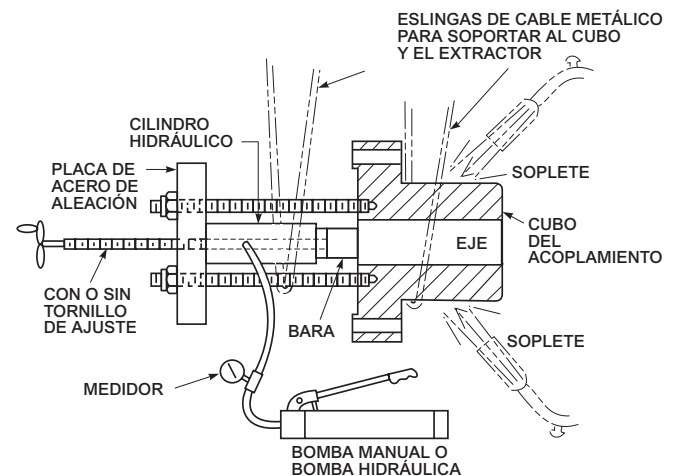

Figura 6 – EQUIPO BÁSICO PARA EXTRAER CUBOS TIPO 2
- Arme el extractor como se muestra en la Figura 6. Compruebe que el extractor tenga suficiente carrera para jalar el cubo hasta retirarlo. Asegúrese de proporcionar el soporte adecuado para el cubo y el ensamble del extractor usando eslingas de cable metálico. Consulte la Tabla 3 para el patrón de montaje del barreno del perno del extractor del cubo.